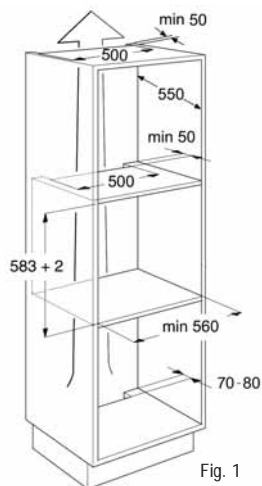
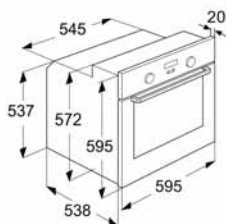

Fig. 1
Fig. 4
- Les dimensions des meubles d'encastrement sont illustrées dans les figures 1, 2 et 3. Les dimensions du four sont illustrées dans la figure 4.